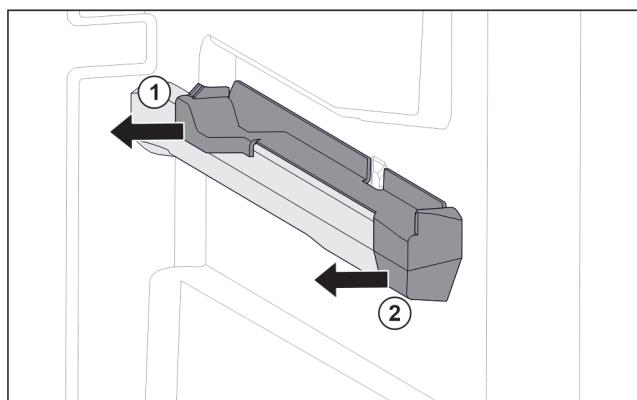

Fig. 51 Вставна частина на правому ребрі для резервуару
- Відсунути вставну частину назад вбік. Fig. 51 (1)
- Відсунути вставну частину вперед вбік. Fig. 51 (2)